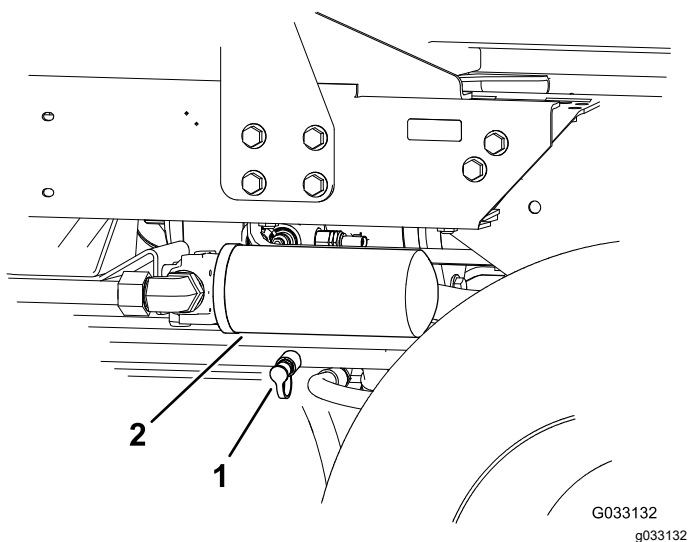

Figura 42
2. Ligue um tubo hidráulico entre o encaixe de diagnóstico instalado no coletor da tração traseira e a porta de teste de pressão da tração traseira (Figura 42).